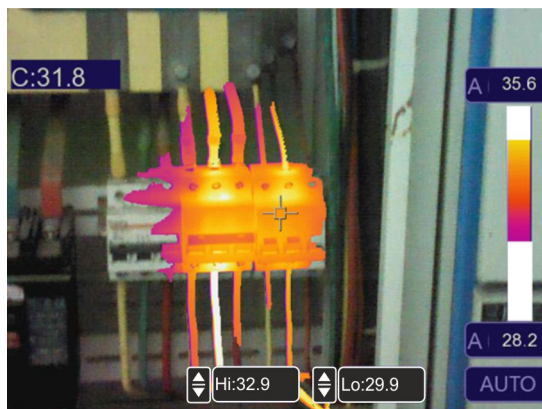

Fig. 43: Selección Visible range
11. Toque los campos “Hi” y “Lo” en la parte inferior del visualizador y utilice las teclas flecha ▲ o ▼ para configurar el valor del umbral de temperatura máxima y mínima. El instrumento muestra como imagen radiométrica IR los puntos con temperatura comprendida entre el umbral “Lo” y el umbral “Hi” y como imagen visible los puntos con temperatura externa a tal intervalo (ver la Fig. 43)